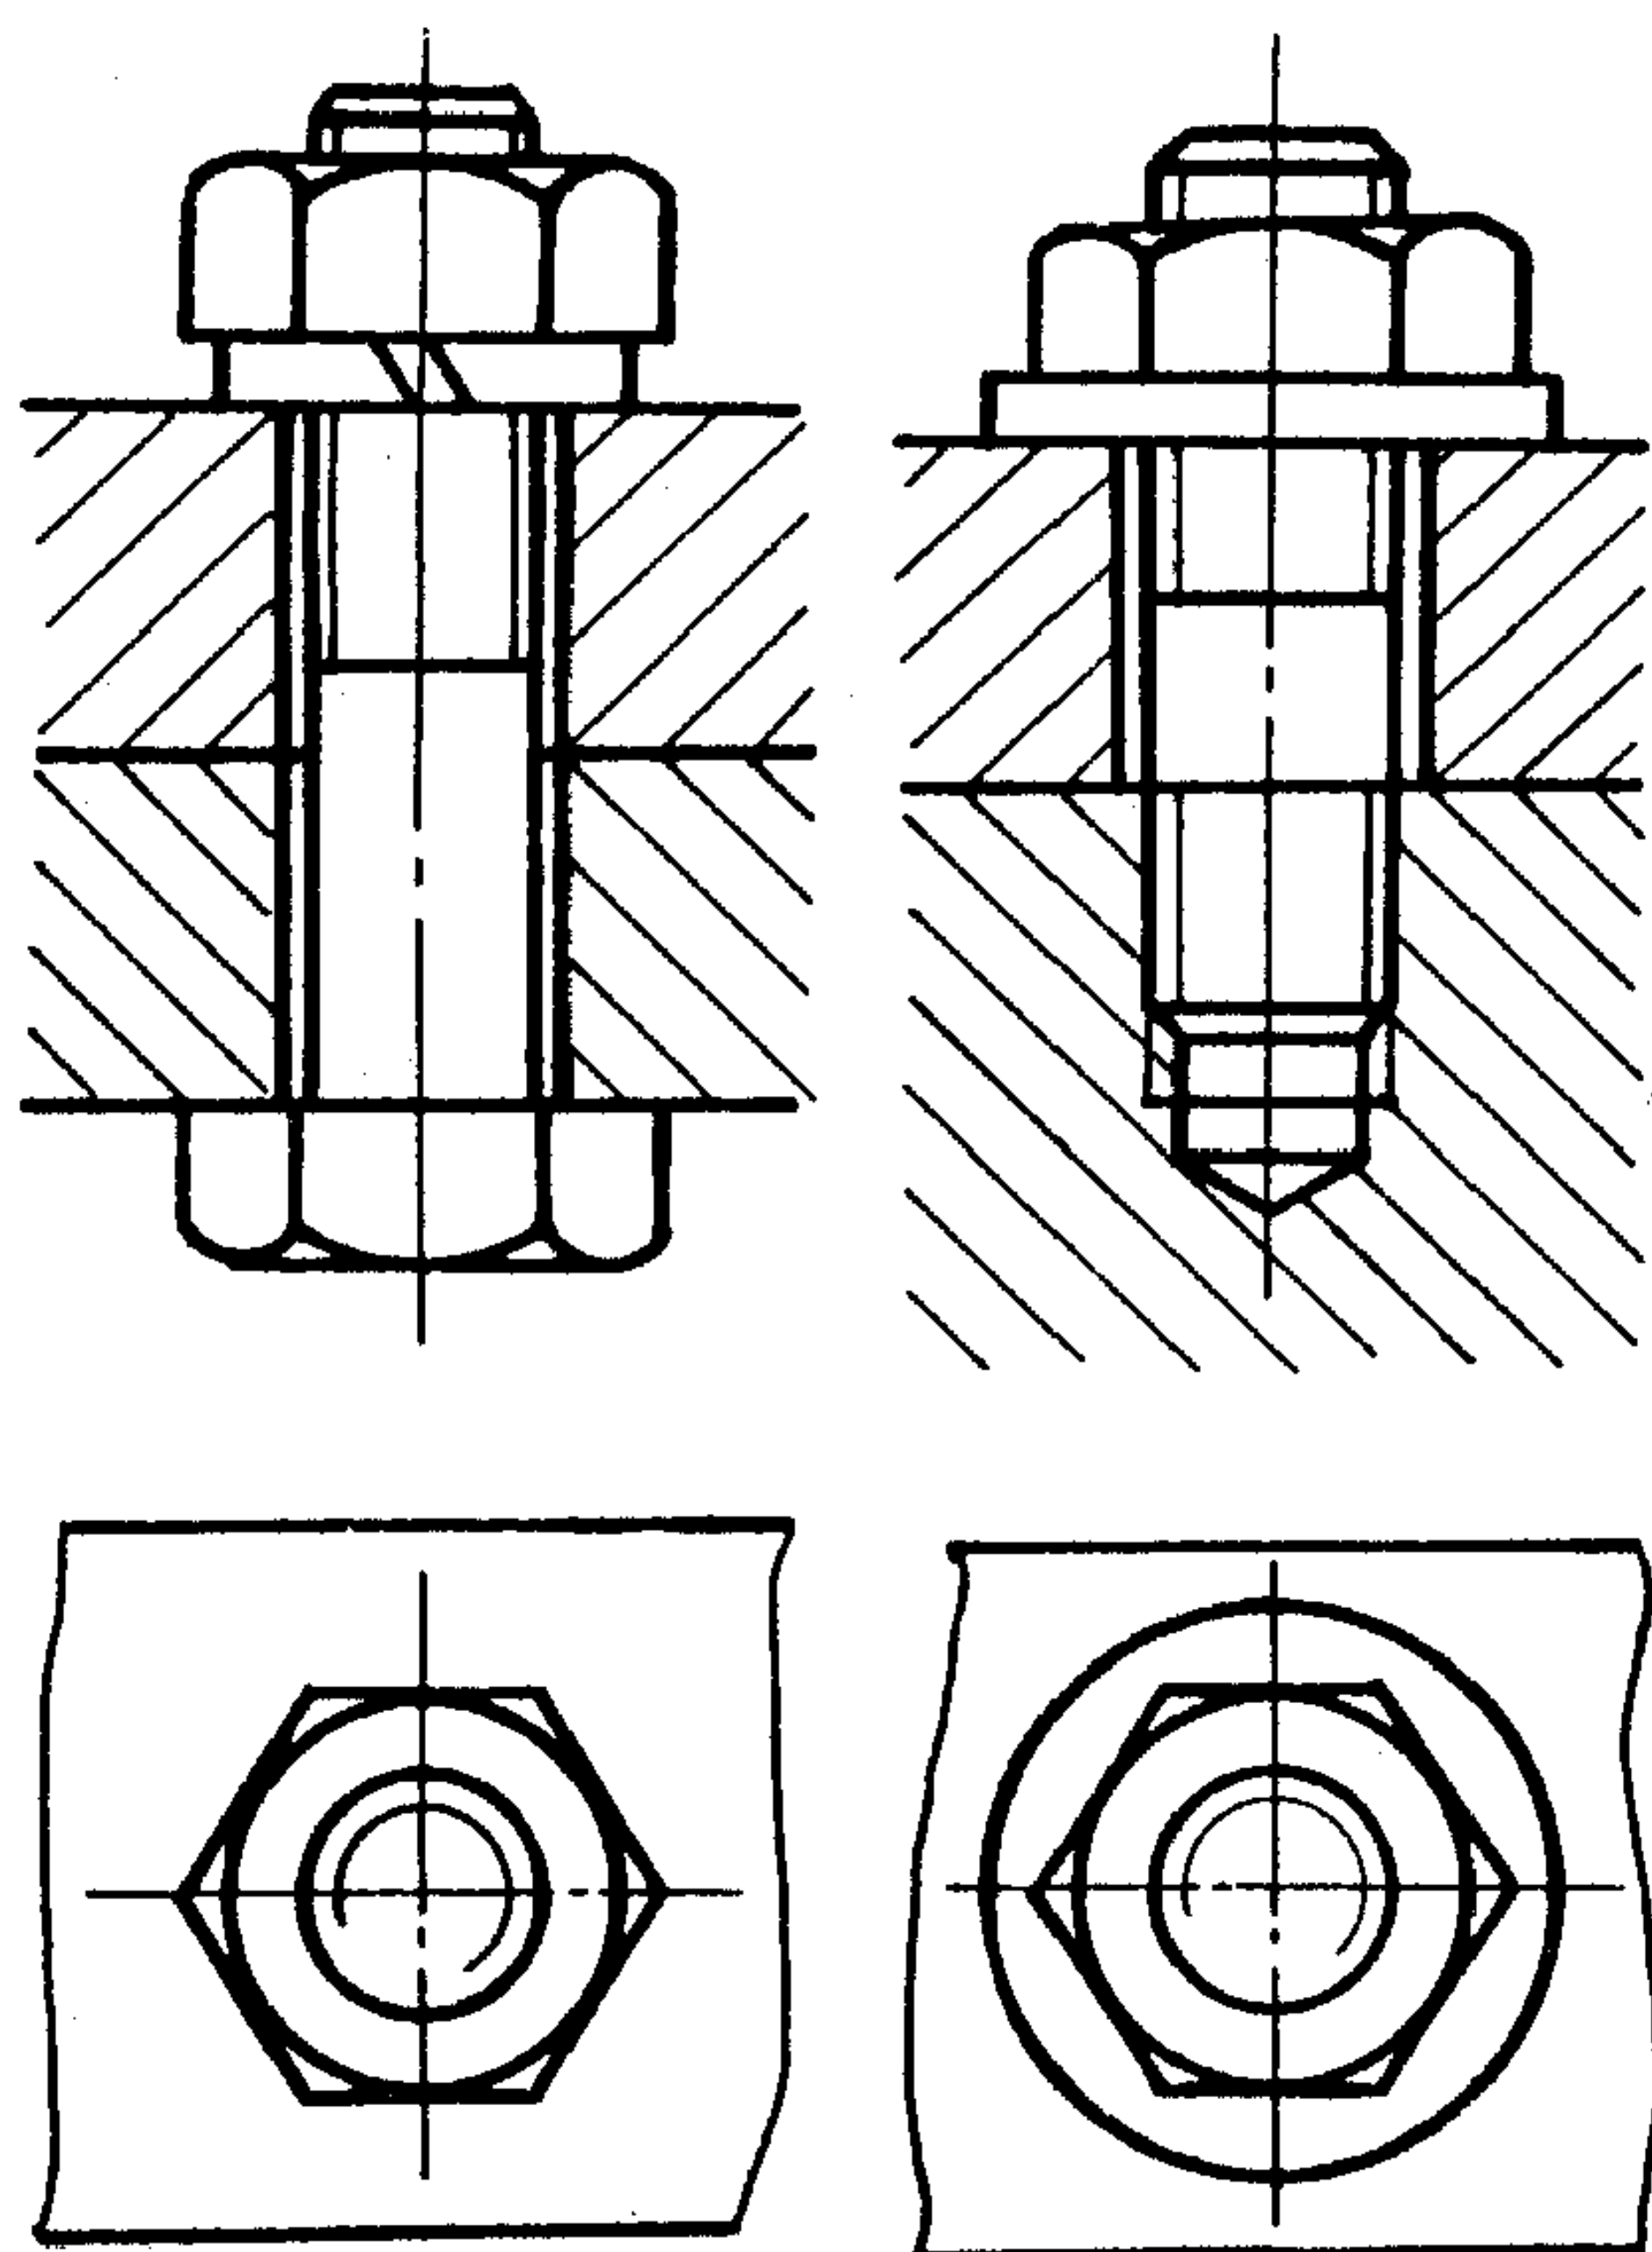
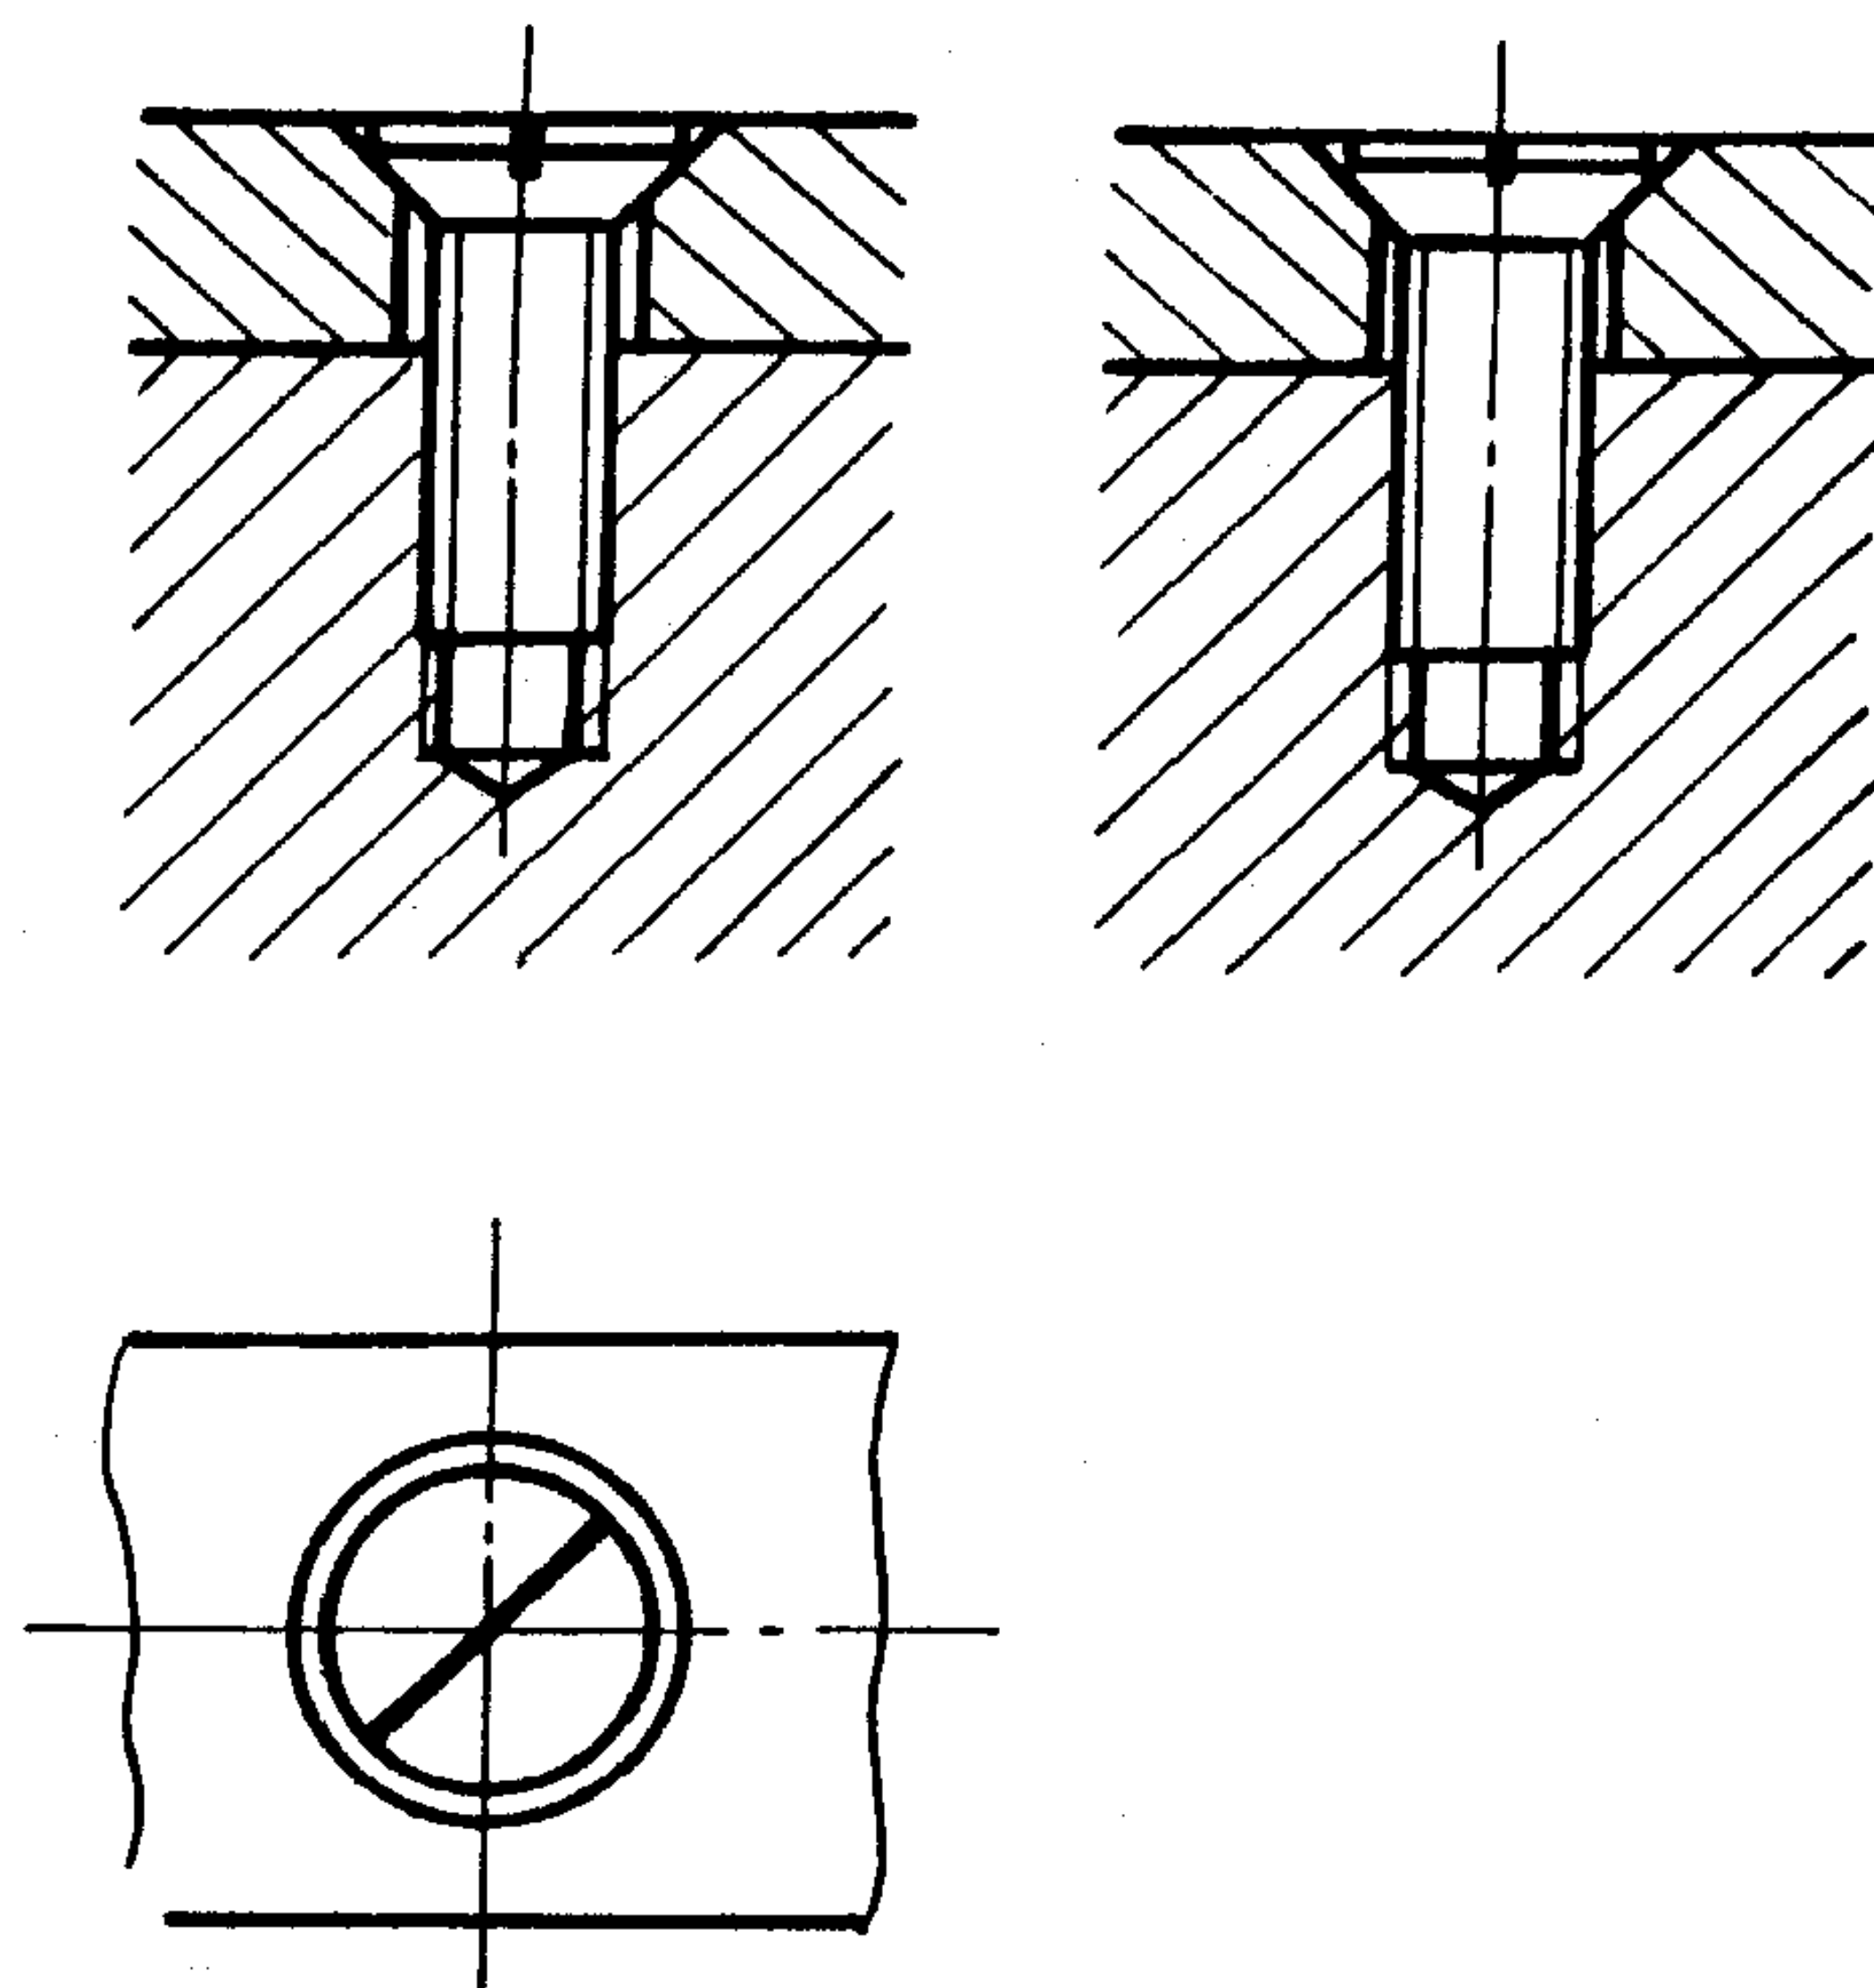

图 30
图 31
6.1 在装配图中,当剖切平面通过螺杆的轴线时,对于螺柱、螺栓、螺钉、螺母及垫圈等均按未剖切绘制(图 30~33);螺纹紧固件的工艺结构,如倒角、退刀槽、缩颈、凸肩等均可省略不画(图 31~33)。
6.2 在装配图中,不穿通的螺纹孔可不画出钻孔深度,仅按有效螺纹部分的深度(不包括螺尾)画出(图 31~33)。